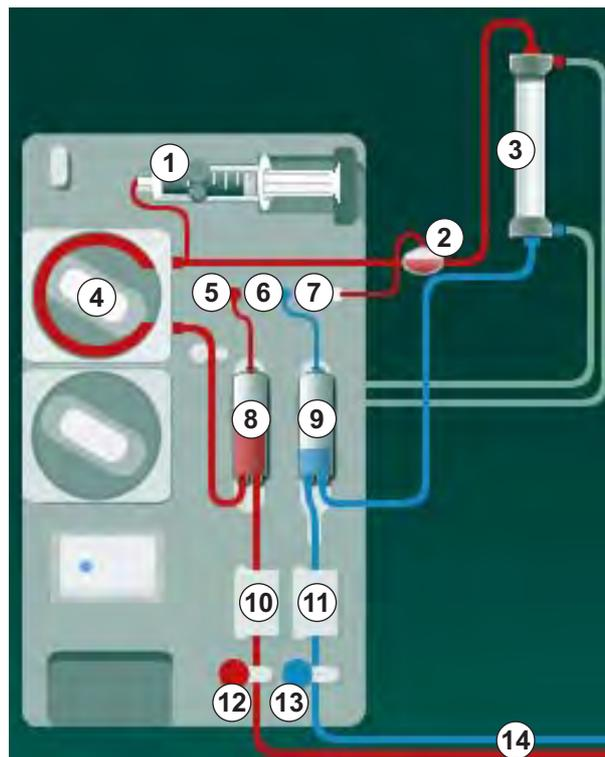

Abb. 9-3 Blutschlauchsystem einlegen – Single-Needle-Cross-Over
1. Dialysator (Abb. 9-3, ☉) im Dialysatorhalter befestigen (siehe Abschnitt 5.6 Dialysator anschließen (95)).
- 5 Arterieller Drucksensor (PA)
- 6 Venöser Drucksensor (PV)